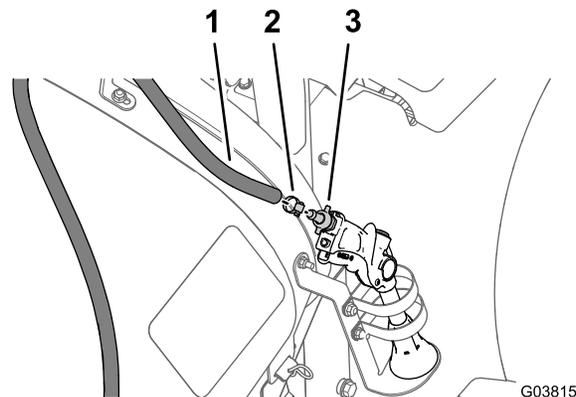

図 13
1. 給液ホースをスプレーガンのバーブフィッティングに固定しているホースクランプを外す 図 13。
2. バーブ付きフィッティングから給液ホースを取り外す 図 13。